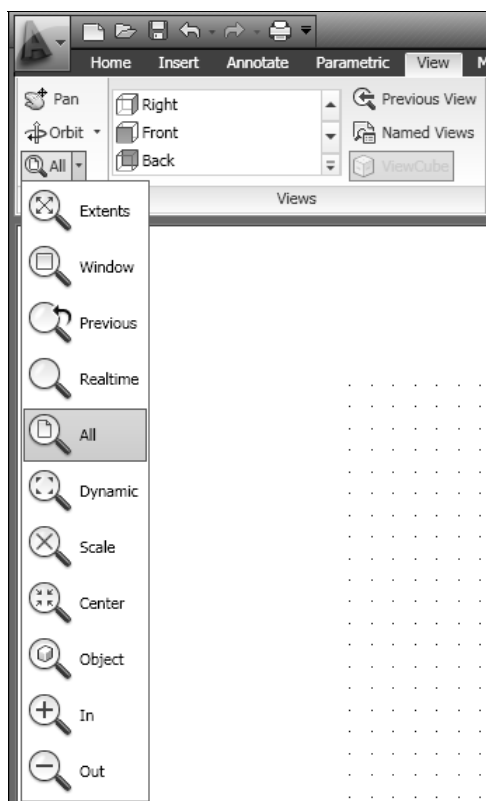

Рис. 4.4. Раскрывающийся список опций команды **ZOOM** на панели **Navigate** вкладки ленты **View**
7. Разверните сетку на весь экран, выполнив команду **ZOOM** (ПОКАЗАТЬ) с опцией **All** (Все). Для этого установите на ленте вкладку **View** (Вид), а затем на панели инструментов **Navigate** (Навигация) щелкните строку **All** (Все) в раскрывающемся списке (рис. 4.4). Обратите внимание на то, что в левом нижнем углу графической зоны программы установлена пиктограмма декартовой системы координат, указывающая направление осей X и Y. Точечная сетка будет выведена в пределах заданной прямоугольной зоны экрана с настроенными шагами по осям X и Y.